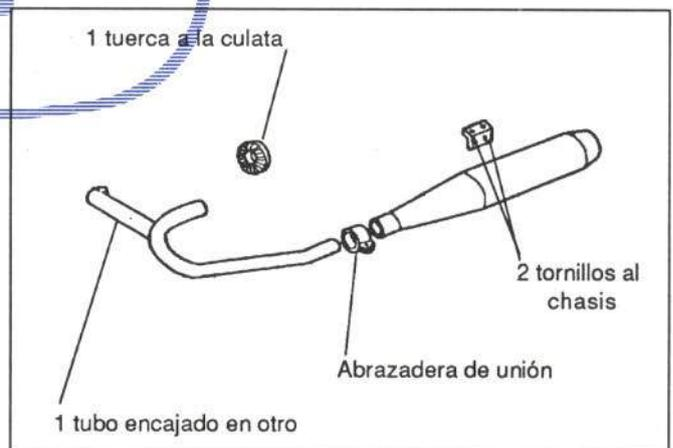

Figura 31.- Fijación de los escapes
En la figura 31 se muestra su fijación
- Escape (figura 31)